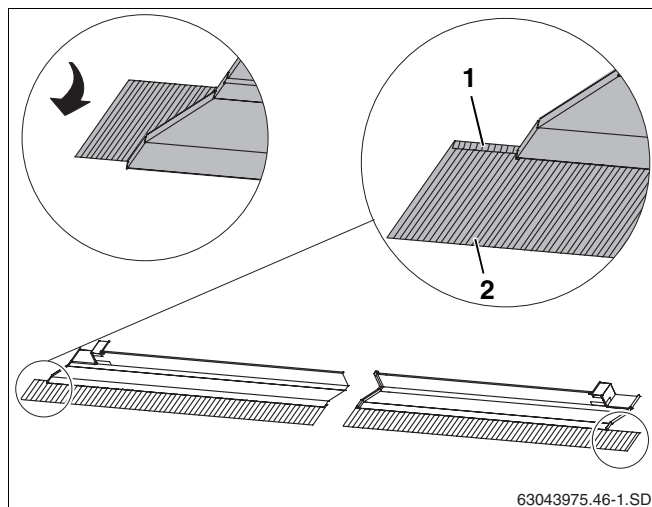

Fig. 42 Doblar las láminas de plomo
- Doble las láminas de plomo de todas las chapas protectoras hacia delante (fig. 42, **pos. 2**).
- Doble también hacia delante los extremos de las chapas protectoras exteriores situadas arriba (fig. 42, **pos. 1**).